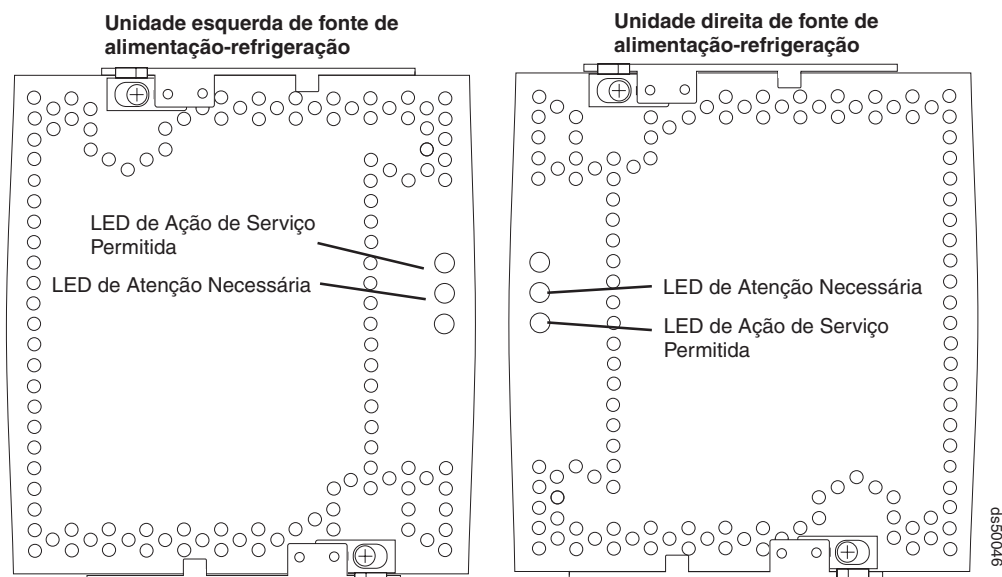

Figura 98. LEDs Atenção Necessária da unidade de fonte de alimentação e de ventilador
5. Verifique o LED Atenção Necessária em cada unidade de fonte de alimentação e de ventilador. (O Figura 98 na página 171 mostra o LED Ação de Serviço Permitida da unidade de fonte de alimentação e de ventilador esquerda é o principal, ou o primeiro LED e o LED Atenção Necessária é o segundo LED. Na unidade direita de fonte de alimentação e refrigeração o LED Ação de Serviço Permitida é o LED inferior, e LED Atenção Necessária é o LED seguinte, abaixo dele.)